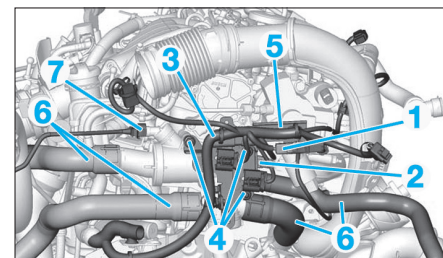

Fig. 27
- Déconnecter les connecteurs (1) et (2) (Fig.27).
- Dégrafer et écarter le faisceau (3).
- les écrous (4),
- le support (5).
- les durits (6),
- le tuyau de dégazage (7).